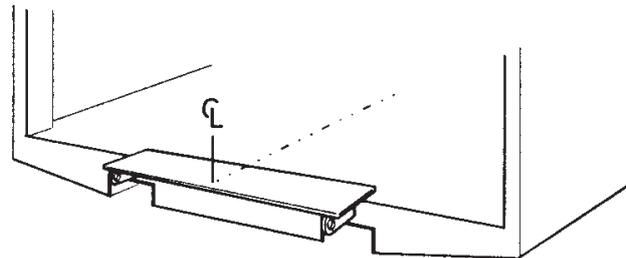

Figura 25. Atornillar o soldar el accesorio de montaje en la barra trasera No. ref. 51724
2. Atornillar o soldar el accesorio de montaje en la barra trasera, de modo que cada punto central coincida. Véase Figura 25. No. ref. 51724.